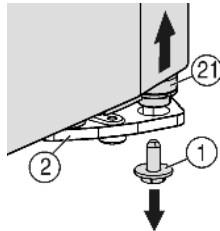
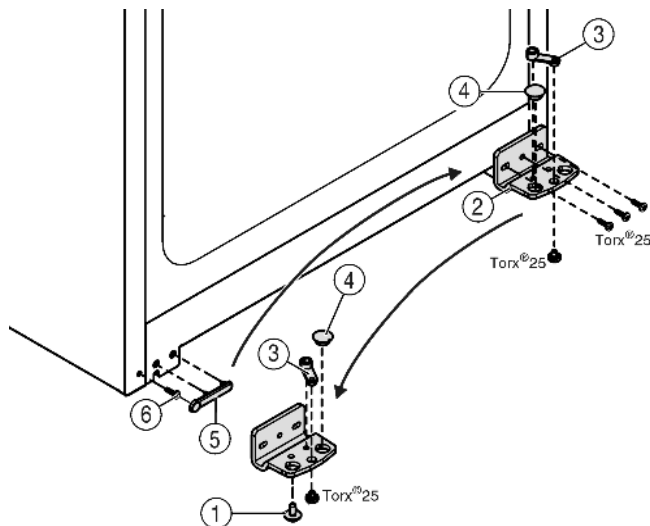

Fig. 4
Fig. 5
- ▶ Внизу справа на опорном кронштейне выкрутите фиксирующий винт Fig. 4 (1).
- ▷ Опорный палец Fig. 4 (21) можно извлечь из опорного кронштейна Fig. 5 (2).
- ▶ Если не удастся извлечь опорный палец Fig. 4 (21), нажмите на него снизу.
- ▶ Открутите опорный кронштейн Fig. 5 (2).
- ▶ Открутите опорную деталь Fig. 5 (3) и, переставив в отверстие на противоположной стороне опорного кронштейна, снова прикрутите.
- ▶ Извлеките заглушку Fig. 5 (4) из опорного кронштейна и переставьте ее в отверстие на противоположной стороне опорного кронштейна.
- ▶ Осторожно снимите крышку со стороны ручки Fig. 5 (5).
- ▶ Выкрутите болт Fig. 5 (6) и вкрутите на противоположной стороне.
- ▶ Снова установите крышку Fig. 5 (5).
- ▶ Снова прикрутите опорный кронштейн Fig. 5 (2) на новой стороне шарнира (с моментом 4 Нм). При необходимости используйте аккумуляторный шурупверт.
- ▶ Вкрутите фиксирующий винт *Fig. 4 (1)* внизу в опорный палец и затяните (с моментом 4 Нм).